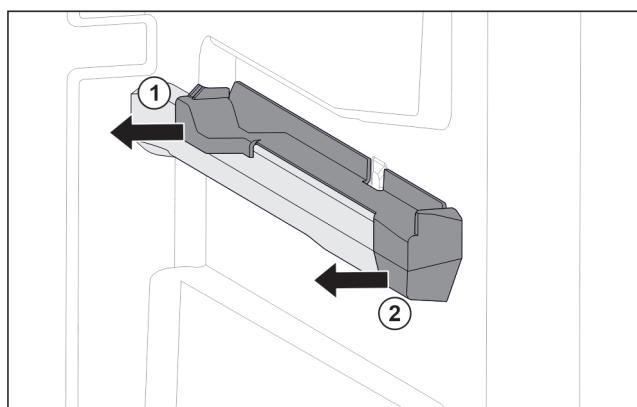

Fig. 47 Вставная часть на правом контейнерном ребре
- Отодвиньте вставную часть сзади в сторону. Fig. 47 (1)
- Отодвиньте вставную часть спереди в сторону. Fig. 47 (2)